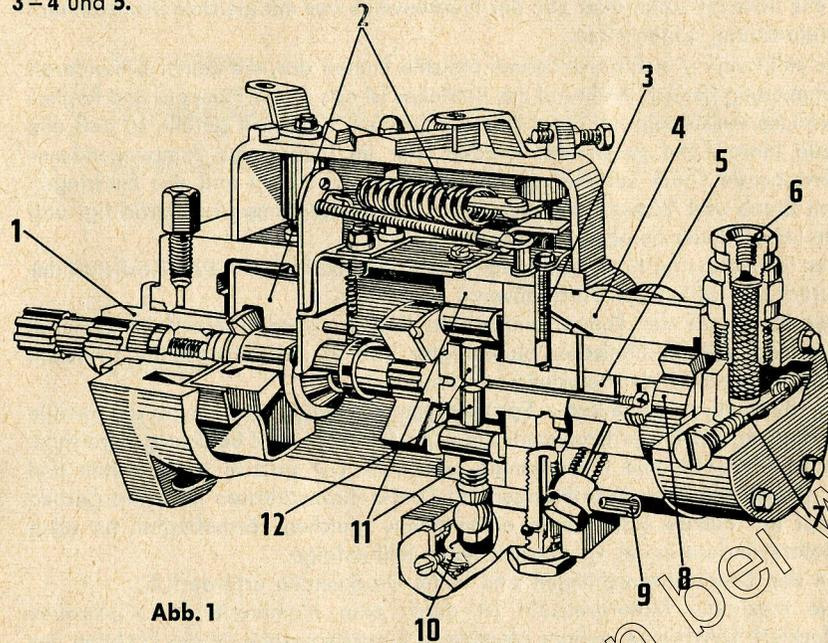

Abb. 1
Die **Abb. 1** stellt ein Schnittbild der kompletten Verteilerpumpe mit Regler und Spritzversteller dar. Unter der Abbildung sind die wichtigsten Teile mit den Nummern 1–12 bezeichnet. Der Zusammenbau ist aus dem Schnittbild deutlich ersichtlich. Zur Erläuterung der Arbeitsweise dienen außerdem die **Abb. 2–3–4** und 5.
3. Die Anschlussmutter der Zuflußleitung am Anschluß 6 (**Abb. 1**) lösen und durch Vorpumpen restlos entlüften. Anschluß wieder festziehen.